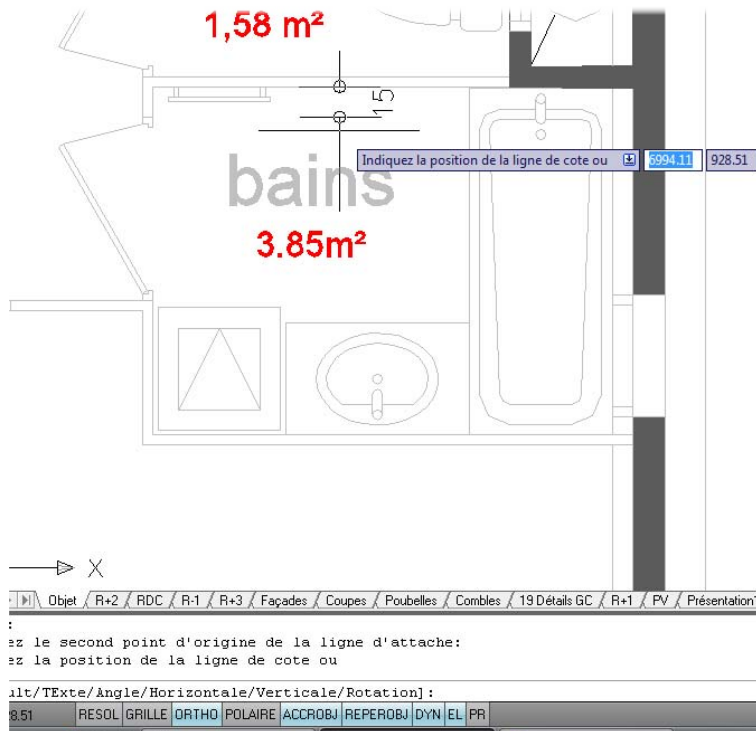

Figure 5.73
- Vous allez entrer dans le bâtiment et réaliser la cotation d'une salle de bains. Les indications de distance en longueur et en largeur de la pièce suffisent. La pièce est orthogonale, les outils Cotation linéaire pour commencer (voir Figure 5.73) puis Cotation continue permettent à eux seuls de réaliser cette simple tâche.